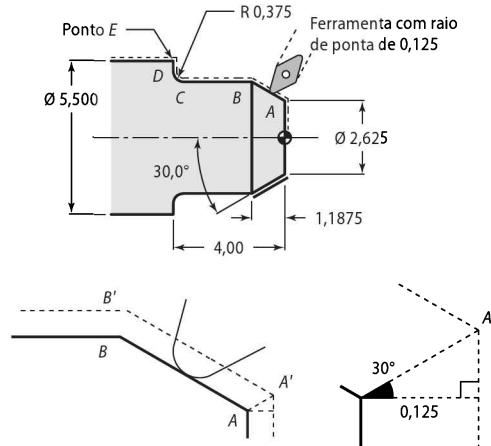

Figura 6-22 Questões de revisão 7 a 10.
- Escreva as coordenadas de linha de centro do cortador para o ponto *A'*, use a Figura 6-22, assuma um raio de 0,125 para a ponta da ferramenta. Use valores absolutos. Os valores no eixo *X* são diâmetros no desenho. Veja o esboço ampliado.
- Veja a Figura 6-22. Complete as coordenadas da trajetória da linha de centro da ferramenta (não o programa) do PZP para o ponto *E'* utilizando valores absolutos e diâmetros em *X*. Não escreva o comando de curva (veja as questões 9 e 10).
- Veja a Figura 6-22. Escreva o comando de curva do ponto *C'* ao ponto *D'* usando o método do raio e valores absolutos.
- Veja a Figura 6-22. Escreva o comando de curva usando o método do ponto de centro (*IJK*).